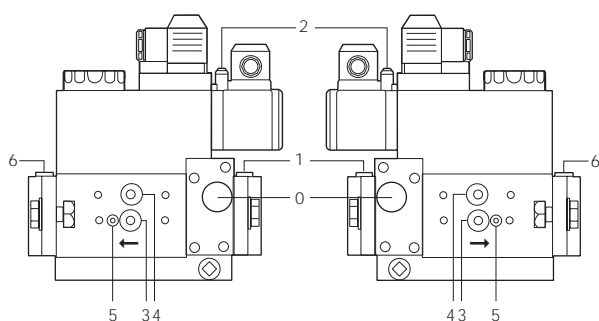
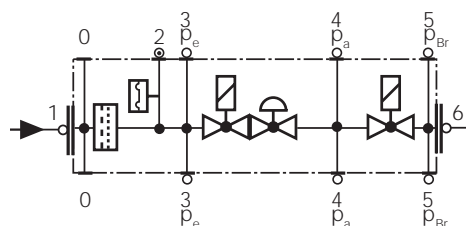

Fig. 31
Fig. 32
- Schimbați filtrul dacă diferența de presiune dintre prizele de presiune 1 și 3 (Fig. 31-Fig. 32) este $\Delta p > 10$ mbar.
- Schimbați filtrul dacă diferența de presiune dintre prizele de presiune 1 și 3 (Fig. 31-Fig. 32) este de două ori mai mare comparată cu cea de la ultima verificare;